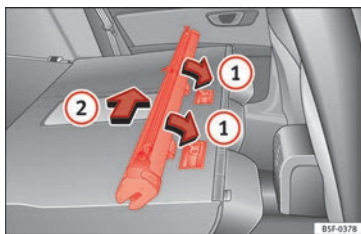

Abb. 168 Einbau der Netztrennwand an den Rücksitzlehnen
- Ordnen Sie die Schale des Netzes in der Unterseite der Stützschiene in Pfeilrichtung an »» Abb. 168 ①.
- Drücken Sie die Schale nach links vom Fahrzeug in Pfeilrichtung »» Abb. 168 ② und bis zum Anschlag.
- Ziehen Sie am Gehäuse des Netzes ca. 5 cm gegen die Pfeilrichtung »» Abb. 168 ②.
- Nehmen Sie den Einsatz der Netztrennwand aus den Halteschienen, indem Sie entgegen der Pfeilrichtung »» Abb. 168 ① ziehen.